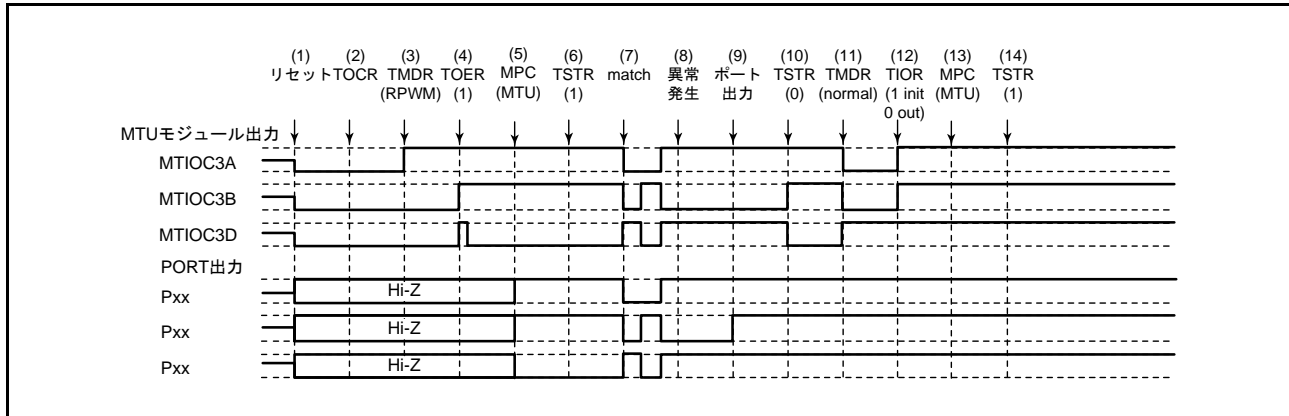

図 19.168 リセット同期 PWM モードで異常が発生し、ノーマルモードで復帰する場合
リセット同期 PWM モードで異常が発生し、再設定後ノーマルモードで再スタートする場合の説明図を図 19.168 に示します。
(1) ~ (10) は図 19.168 と共通です。
(11) PWM モード 1 を設定してください (MTU 出力は正相側が Low、逆相側が High となります)。
(12) TIOR レジスタで端子を初期化してください (PWM モード 1 では MTIOCnB (MTIOCnD) 端子に波形が出力されません。出力すべきレベルがある場合は、I/O ポートのポート方向レジスタ (PDR)、ポート出力データレジスタ (PODR) で汎用出力ポートの設定をしてください)。
(13) MPC と I/O ポートのポートモードレジスタ (PMR) で MTU 出力としてください。
(14) TSTRA レジスタで再スタートします。
(28) リセット同期 PWM モードで動作中に異常が発生し、相補 PWM モードで再スタートする場合の動作
- (11) TOERA レジスタで MTU3、MTU4 の出力を禁止してください。
- (12) TOCR1A、TOCR2A レジスタで相補 PWM の出力レベルと周期出力の許可 / 禁止を選択してください。
- (13) 相補 PWM を設定します (MTU の周期出力端子は Low になります)。
- (14) TOERA レジスタで MTU3、MTU4 の出力を許可してください。
- (15) MPC と I/O ポートのポートモードレジスタ (PMR) で MTU 出力としてください。
- (16) TSTRA レジスタで再スタートします。
(29) リセット同期 PWM モードで動作中に異常が発生し、リセット同期 PWM モードで再スタートする場合の動作
(11) MPC と I/O ポートのポートモードレジスタ (PMR) で MTU 出力としてください。
(12) TSTRA レジスタで再スタートします。
(13) コンペアマッチの発生によりリセット同期 PWM 波形を出力します。